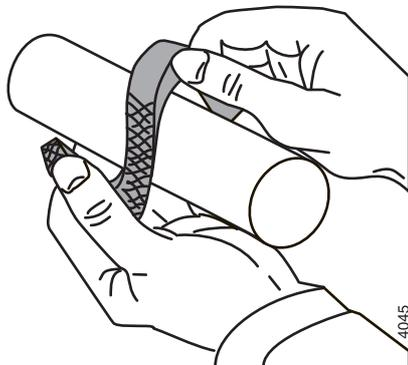

Figura 21: Piegamento assiale degli anelli di baderna.
- Piegare gli anelli di baderna assialmente. Vedere la la figura 21.